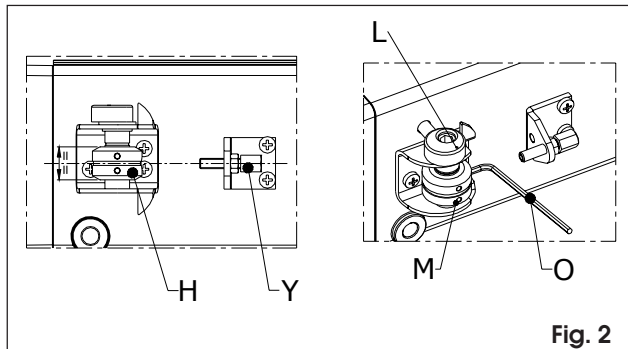

Fig. 2
- 4) Orientare il punto **L** con le viti **M** e stringere il grano **N** con la chiave **O**, mantenendo il canalino del disco **H** in asse con il registro **Y**, come in Fig.2.
- 4) Orient point **L** with screws **M** and tighten the dowel with wrench **O**, keeping the groove of disk **H** in line with adjuster **Y**, as shown in fig. 2.
- 4) Orienter le point **L** avec les vis **M** et serrer le goujon avec la clé **O**, en maintenant dans l'axe la rainure du disque **H** avec le dispositif de réglage **Y**, d'après la Fig.2.
- 4) Oriente el punto L con los tornillos M y apriete el espárrago con la llave O, manteniendo la muesca del disco H en eje con el registro Y, como se muestra en la Fig.2.
- 4) Unter Erhaltung der Führung der Scheibe H fluchtgerecht zur Einstellvorrichtung Y, wie in Abb. 2 dargestellt, ist der Punkt L mit den Schrauben M zu richten und der Dübel durch den Schlüssel O fest zu ziehen.